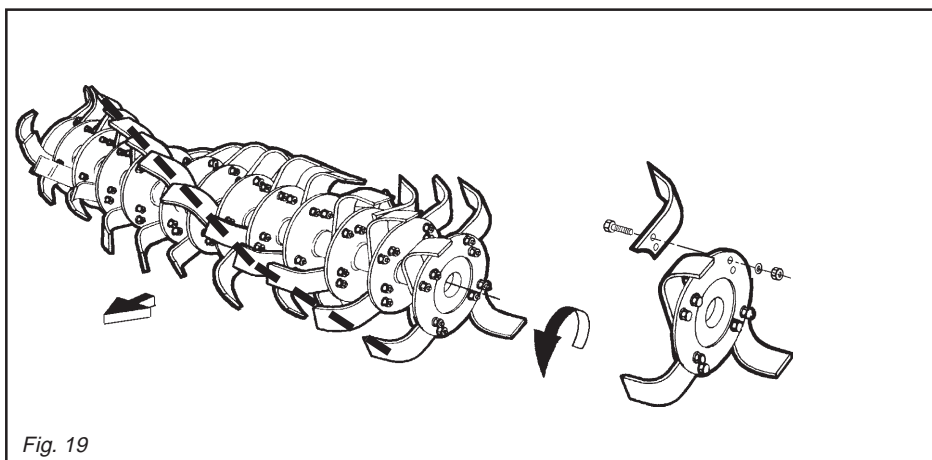

Fig. 19
Le zappette con cui viene equipaggiata la zappatrice sono adatte per la lavorazione su terreni di normale conformazione. Controllare giornalmente la loro usura o integrità. Qualora durante il lavoro dovessero per cause accidentali piegarsi (o rompersi) è necessario sostituirle immediatamente avendo l'accortezza di rimontare la nuova zappetta nella identica posizione di quella da sostituire (Fig. 19). Se fosse necessario sostituire più zappette, è consigliabile effettuare le operazioni di smontaggio e montaggio, sempre una zappetta alla volta, per evitare così errori di posizione.
Remember to mount the new hoe blade in exactly the same position as the old one (Fig. 19). If several hoe blades must be replaced, it is advisable to remove and assemble one hoe blade at a time in order to prevent positioning errors.
Die Hackmesser, mit der die Hackfräse ausgerüstet wird, eignen sich zur Bearbeitung von Boden mit normaler Beschaffenheit. Sie sind täglich auf ihre Unversehrtheit und ihren Verschleißzustand zu prüfen. Sollten sie bei der Arbeit verbiegen oder zu Bruch gehen, müssen sie sofort ersetzt werden. Dabei ist zu beachten, daß man das neue Hackmesser an der gleichen Stelle montiert, an der sich das beschädigte befand (Abb. 19). Sollten gleich mehrere Hackmesser zu ersetzen sein, sollte man jeweils ein Hackmesser ein- und ausbauen, um eine falsche Einbau-position zu vermeiden. Die Hackfräsen sind in der Regel mit 6 Hackmessern pro Flansch ausgerüstet. Wenn der Boden allerdings feucht ist und daher an den Werkzeugen kleben bleibt, kann man auch 4 Hackmesser pro Flansch montieren.
Les couteaux montés sur la houe sont indiqués pour travailler les sols ordinaires. Contrôlez tous les jours leur usure et intégrité. Lorsqu'ils se plient (ou se cassent) pendant le travail il faut les remplacer aussitôt. Le nouveau couteau devra être monté exactement dans la position de celui à remplacer (Fig. 19). S'il faut remplacer plusieurs couteaux, démontez et montez toujours un couteau à la fois, pour éviter des erreurs de position.
Les boulons de fixation des couteaux doivent avoir la tête côté couteau et l'écrou avec la rondelle côté flasque (Fig. 19).
Las azadillas que presenta la máquina son idóneas para trabajar sobre terrenos de normal conformación. Controlar todos los días su buen estado y eventual desgaste. Si durante el trabajo por eventuales accidentes se doblan o rompen es necesario sustituirlas inmediatamente prestando atención de montar la nueva azadilla en la idéntica posición de la precedente (Fig. 19). Si es necesario sustituir varias azadillas aconsejamos efectuar las operaciones de desmontaje y montaje siempre una azadilla a la vez, para evitar errores de posición.
I bulloni che fissano le zappette devono avere la testa dalla parte delle zappette e il dado con relativa rondella dalla parte della flangia (Fig. 19). Rispettare i valori delle coppie di serraggio come indicato in tabella pag. 30. Se si devono sostituire le zappette, fare attenzione che le nuove assumano la posizione di quelle smontate (Fig. 19).
Questa versione monta un rotore speciale a denti fissati su supporti stampati in acciaio ad alta resistenza (Fig. 19).
*the hoe blades themselves, while the nut with relative washer must be on the flange side (Fig. 19).*
*If the hoe blades must be changed, remember to set the new blades in the same positions as the demounted ones (Fig. 19).*
*This version is fitted with a special toothed rotor fastened to high resistance molded steel supports (Fig. 19).*
der Seite des Hackmessers und die Mutter mit der Unterlegscheibe auf der Flanschseite haben (Abb. 19).
Die Werte des Abzugsmoments beachten, das in der Tabelle auf Seite 30 angegeben ist. Wenn man die Hackmesser ersetzen muß, darauf achten, daß die neuen in der Position der ersetzten am Hackstern angebracht werden (Abb. 19).
Diese Ausführung hat einen Spezialläufer mit Zähnen, die auf formgestanzten Lagerungen aus sehr widerstandsfähigem Stahl befestigt sind (Abb. 19).
*En cas de remplacement des couteaux, veillez surtout à ce que les nouveaux couteaux occupent les positions de ceux démontés (Fig. 19).*
*Cette version dispose d'un rotor spécial à dents fixées sur des supports matricés en acier à résistance élevée (Fig. 19).*
arandela de la parte de la brida (Fig. 19). Respetar los valores de los pares de torsión según lo indicado en las tablas de pag. 30.
Cuando sustituimos azadillas respetar la posición de las azadillas desmontadas (Fig. 19).
Esta versión tiene montado un rotor de dientes, los cuales están fijados sobre soportes estampados de acero de alta resistencia (Fig. 19).